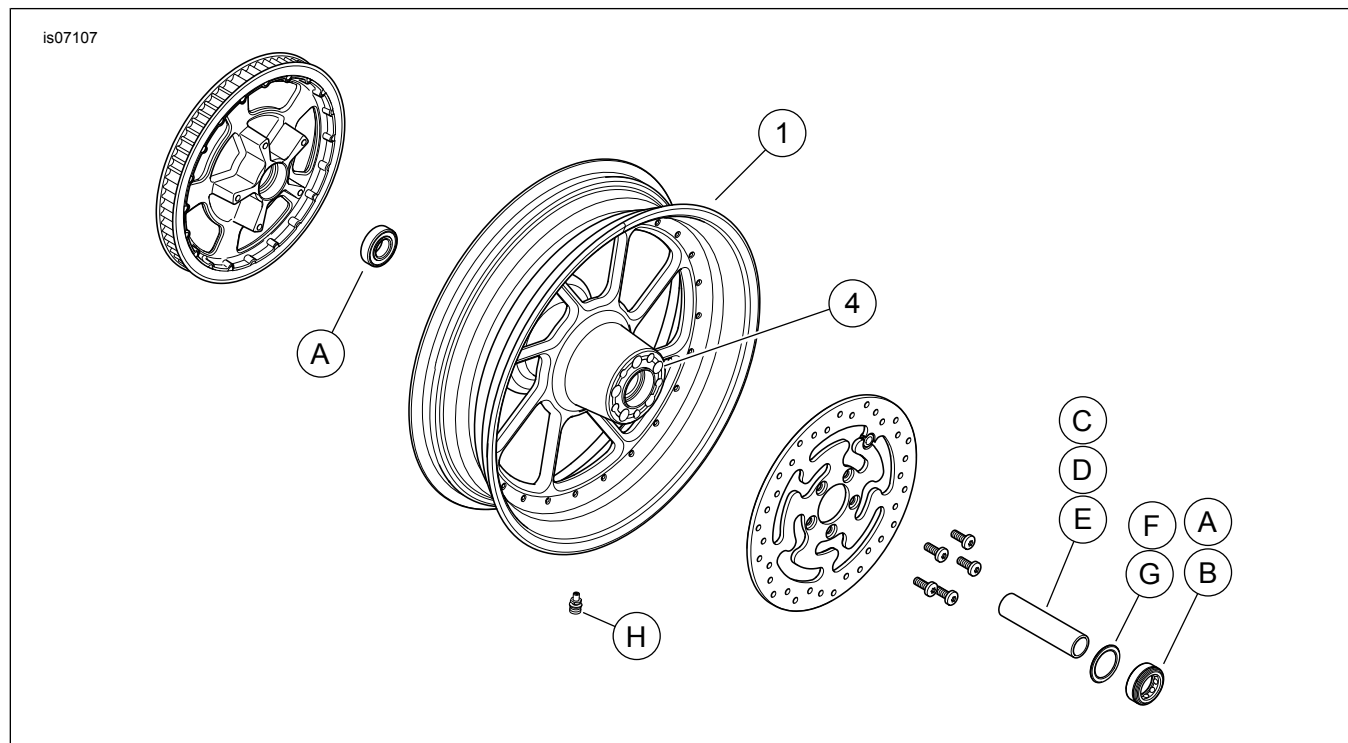

Figura 1. Peças de reposição: Rodas traseiras Road Winder
Veja Figura 1 e as tabelas de peças de reposição.
2. Veja Figura 1. Instale o conjunto da haste de válvula (H) na roda. Consulte o Manual de serviço.